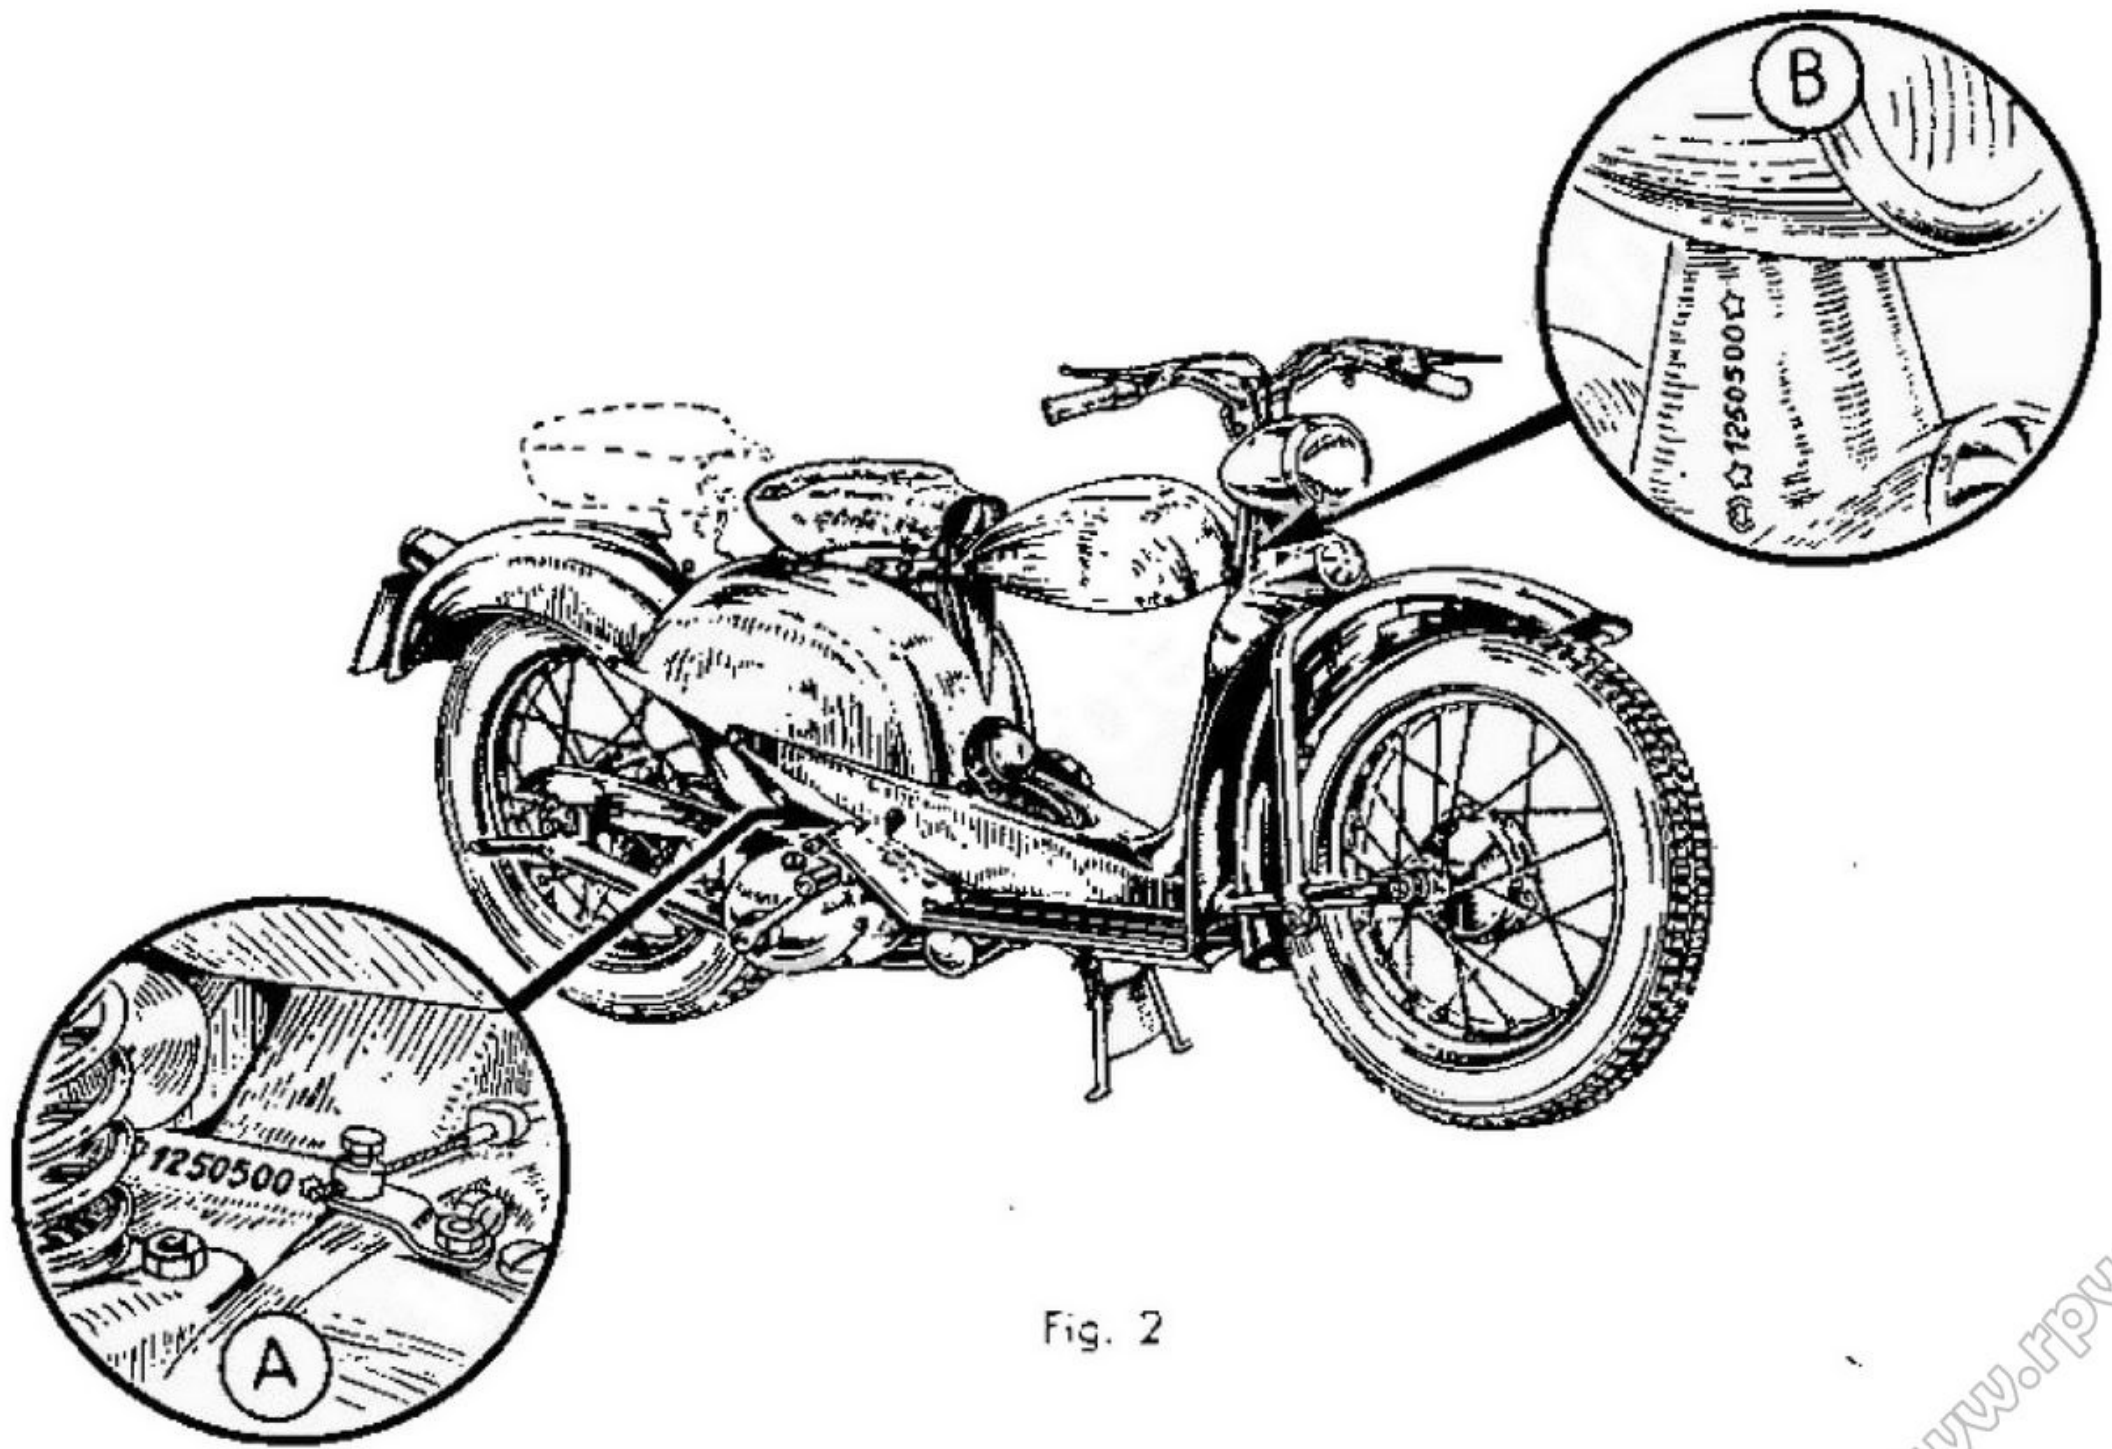

Fig. 2
Ogni « MACCHI 125 » è contraddistinta da due numeri di matricola impressi uno sul lato destro del motore (A) ed il secondo sul telaio (B) — vedi fig. 2.